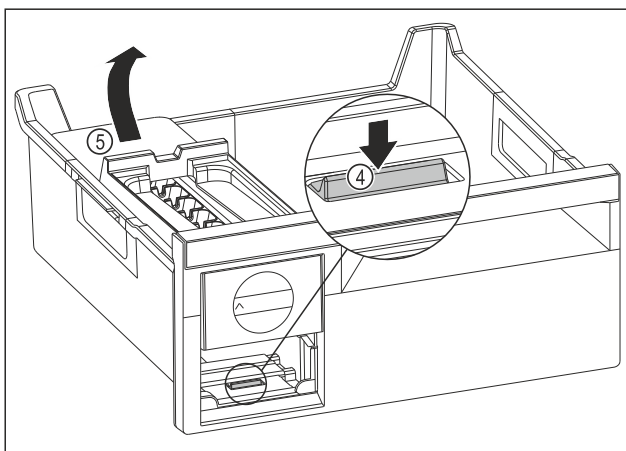

Fig. 171
- ▶ 取出 EasyTwist-Ice 机身: 用手指朝下按压接片 Fig. 171 (4) 并同时从后面用另一只手提升 EasyTwist-Ice 机身 Fig. 171 (5)。